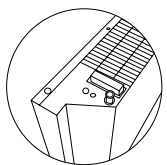

Rys. 5
- Przymocuj urządzenie do wspornika w następujący sposób (rys. 5).